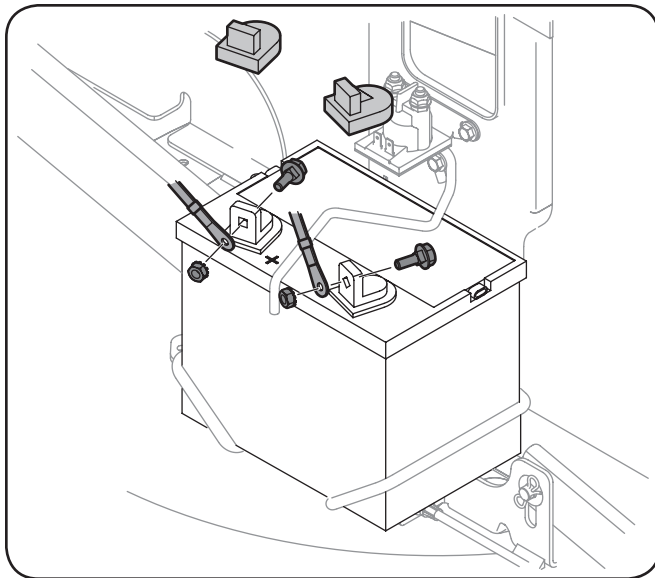

Figura 3-14
2. Retire la cubierta plástica, si es que está presente, del borne positivo de la batería y sujete el cable rojo al borne positivo de la batería (+) con uno de los pernos y las tuercas hexagonales, que extrajo previamente, usando una llave de 7/16 pulgadas y una llave de cubo. Vea la Figura 3-14.
3. Retire la cubierta plástica, si es que está presente, del borne negativo de la batería y sujete el cable negro al borne negativo de la batería (-) utilizando el perno y la tuerca hexagonal restantes. Vea la Figura 3-14.